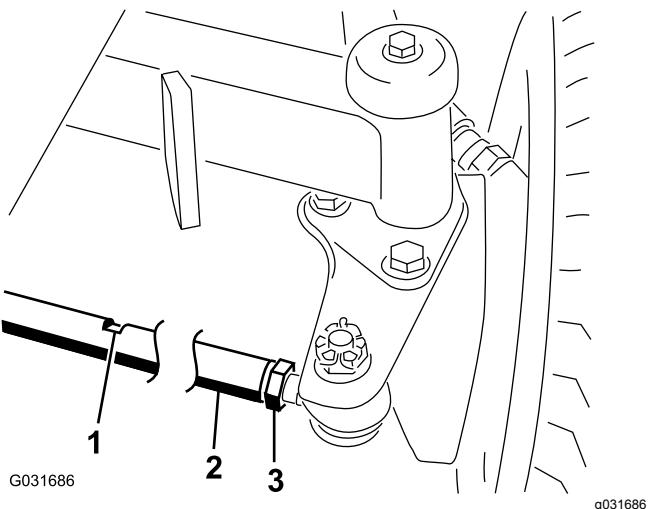

図 80
2. 各タイロッド図80の端についているジャムナットをゆるめる。